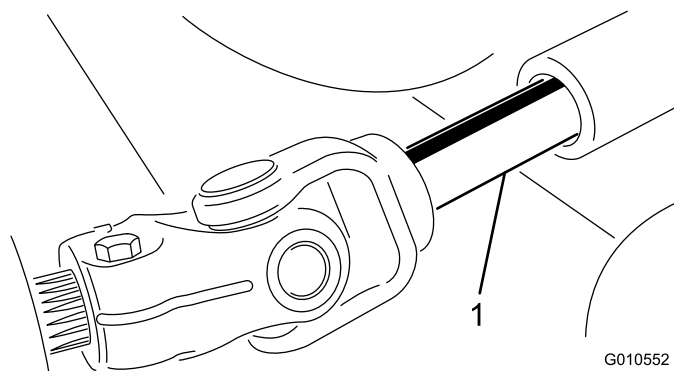

図 25
3. PTO シャフトのオスメスの接続部分を解除して、カッティングユニットをトラクションユニットから引き出す（図 25）。
3. オスの PTO シャフトとメスの PTO シャフトを接続する（図 25）。